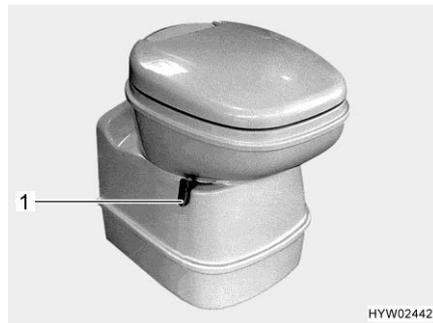

Fig. 180 Taza del inodoro Thetford, basculable
- Antes del lavado, abrir la corredera del inodoro Thetford. Para ello, empujar la palanca de corredera (Fig. 180,1) en sentido contrario a las agujas del reloj.